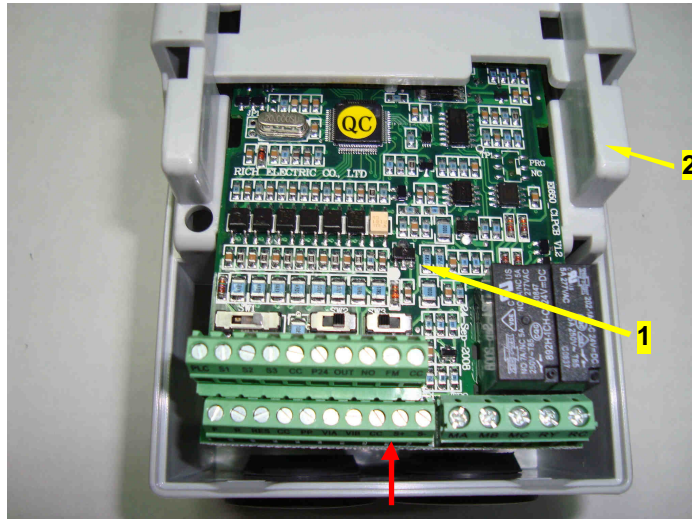

Рис. 7.7
7.5.1. Вставить плату ЦП 1 в верхнюю часть корпуса с лицевой стороны по стрелке (рис. 7.7).